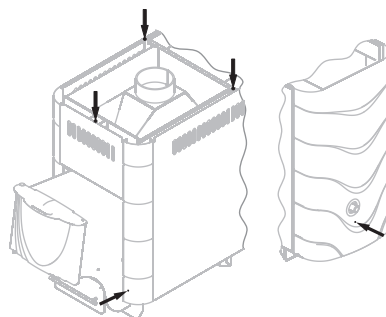

Рисунок 16. Саморезы для демонтажа конвектора печи «Компакт 2013 Б»
3. Снять конвектор, открутив 6 саморезов (рисунок 16)